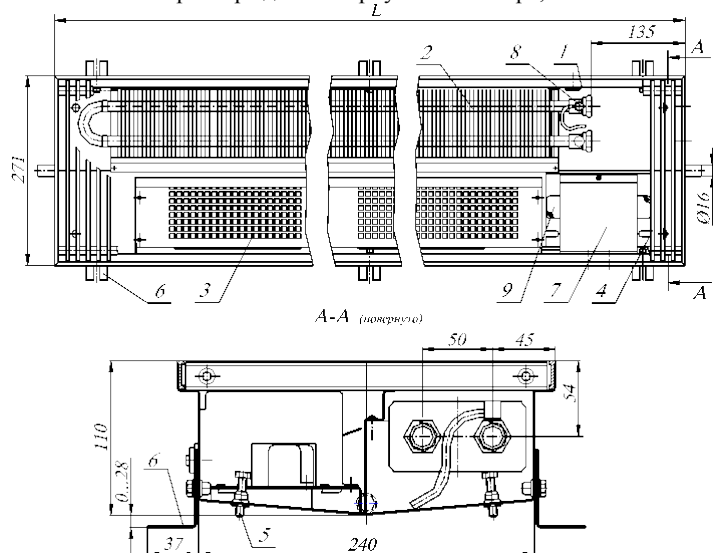

Рис.1 Конвектор КВОК12 27.11.060...300-ВКТ-II
4.1. Конвекторы имеют (см. рис.1, 3):
4.2 Размеры изделий представлены на Рис.1, 2, 3, 4 и в таблице 1, 2.